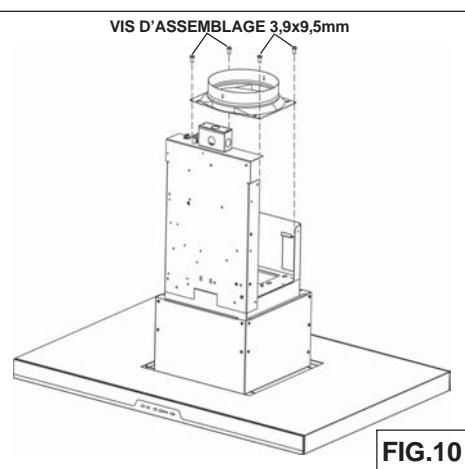

FIG.10
3. Fixer le collier d'évacuation au haut de votre hotte, la fixation a lieu au moyen des 4 vis (3,9x9,5mm) qui se trouvent à l'intérieur du sachet accessoires de le collier d'évacuation (Fig. 10).